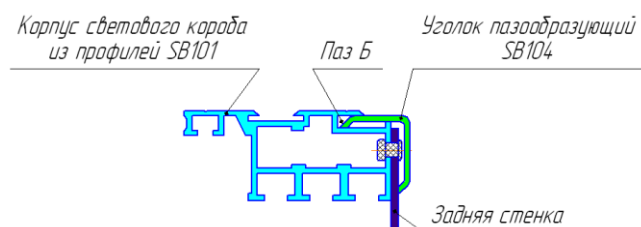

Рис.9. Установка уголка пазообразующего SB104.
5.2) Установить в паз “Б” уголок пазообразующий SB104 (рис.9).